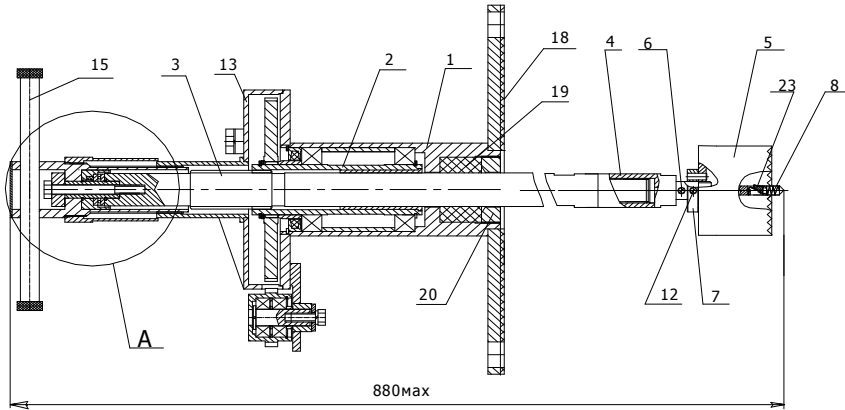

Рис.1
3.1. Габаритные и установочные размеры механизма соответствуют рис. 1, 2,3.
5.1. Механизм врезки (рис. 1,2,3) предназначен для передачи вращения кольцевой фрезе и сверлу, закрепленными на валу механизма, от пневмодрели и механической подачи фрезы и сверла вручную.
7.1. Перед началом эксплуатации соберите механизм: закрепите хвостовик 4 с фрезой (рис.1) на валу механизма. Хвостовик 4 должен быть установлен таким образом, чтобы винт поз.б попал на лыску сверла. Произведите внешний осмотр механизма, проверьте крепление узлов, при необходимости подтяните крепеж.
8.2. Включите пневмодрель, и кольцевая фреза со сверлом начнут вращаться. С помощью ручки 15 (рис. 1) начните малую подачу фрезы со сверлом. Для обеспечения подачи фрезы вращение ручки 15 производится против часовой стрелки со стороны ручки.
8.3. После окончания врезки вращением ручки 15 по часовой стрелке со стороны ручки выверните втулку 14 (рис. 1) из крышки 13 и выведите кольцевую фрезу со сверлом до упора фрезы во фланец механизма.
8.6. Чтобы заменить кольцевую фрезу, ослабьте винт 12 (рис.1) и выведите из зацепления с кольцевой фрезой втулку 7 со штифтами. Замените фрезу на новую и снова введите в зацепление с ней втулку со штифтами и зафиксируйте ее винтом 12.